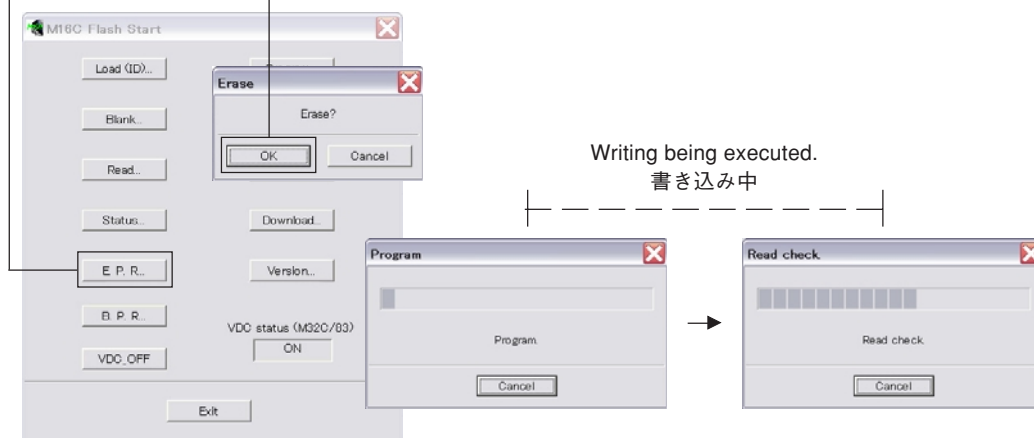

Fig. 4
10. Click [E.P.R.], the screen appears as shown below. (Fig. 4)
10. [E.P.R.]をクリックすると、下記の画面が表示されます。 (Fig. 4)
Click [OK] to start writing. (Fig. 4)
[OK]をクリックし、書き込みを開始します。 (Fig. 4)